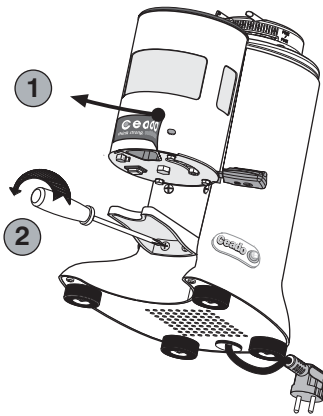

Fig. 13
- 1** Quitar el adhesivo Ceado del dosificador (1, Fig. 13) y desmontar la horquilla de apoyo
desatornillando los tornillos de fijación (2, Fig. 13). Conservar estos últimos en un lugar seguro.